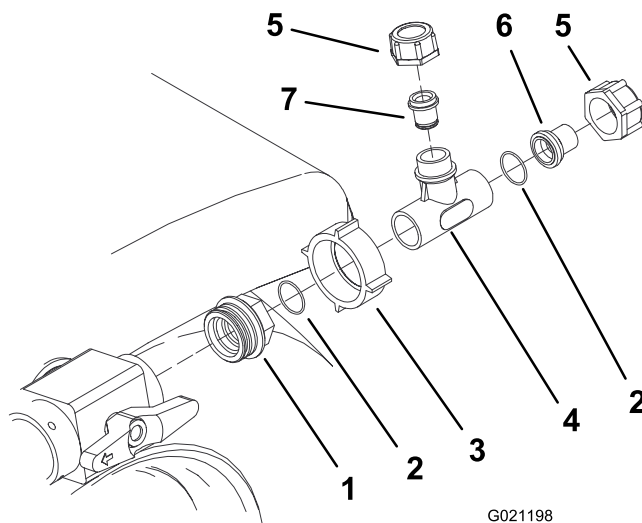

Figura 10
13. Conecte el extremo del acoplamiento en T con adaptador grande a la válvula de control (Figura 10).
14. Gire la tuerca de plástico grande para sujetar el conjunto al acoplamiento en T a la válvula de control (Figura 10).